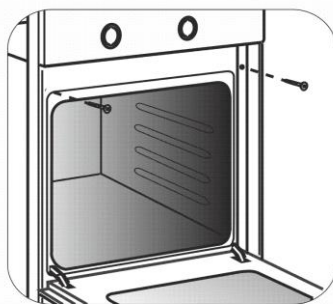

Рис.2. Крепление духового шкафа к тумбе.
3) Духовой шкаф устанавливается на дно ниши и закрепляется спереди (рис.2) винтами, прилагаемыми в комплекте.